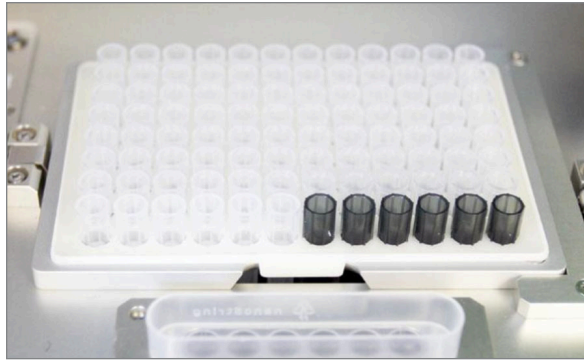

FIGURE 5.14 : Mise en place du portoir contenant les embouts de pipette et les poinçons d'aluminium
- c. Remettre en place le support d'embouts métallique chargé sur le plateau de la Prep Station en veillant à ce que les poinçons d'aluminium soient au plus près de l'avant du plateau (FIGURE 5.14).